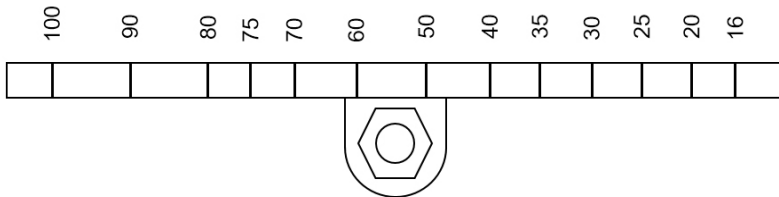

Fig. 31 Brazo de la carrera del AEL7 (8 kN+)
- Afloje la tuerca de bloqueo del deslizador de la carrera (10 mm A/F) y mueva el deslizador con cuidado hasta la carrera requerida, tal y como se indica en el brazo (Fig. 31)